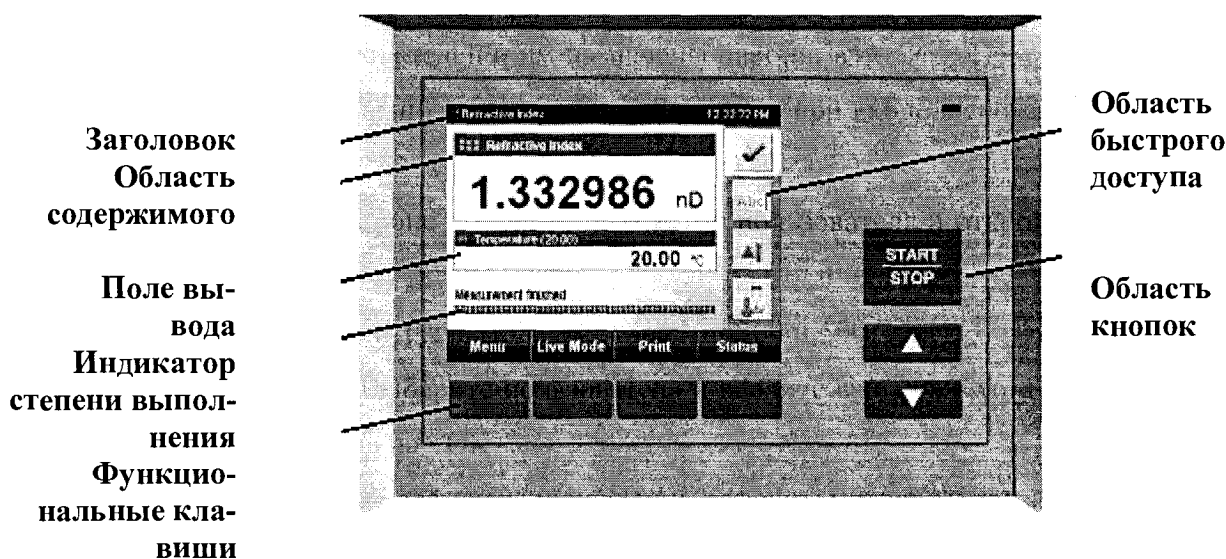

Рисунок 1 – Внешний вид главного экрана
6.2.2 Изучить основные элементы управления рефрактометров моделей Abbemat 300 и Abbemat 500 (см. рисунок 1).